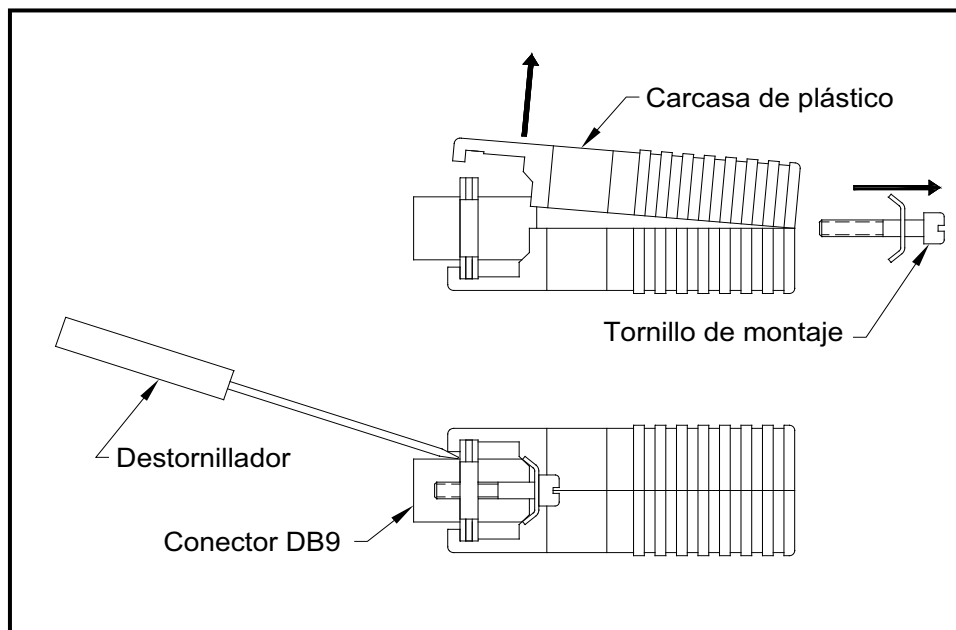

Figura 10: Abrir la carcasa del conversor
5. Un destornillador pequeño para abrir la **carcasa de plástico** del conversor de la interfaz en serie, como se muestra en Figura 10 en la página 65.